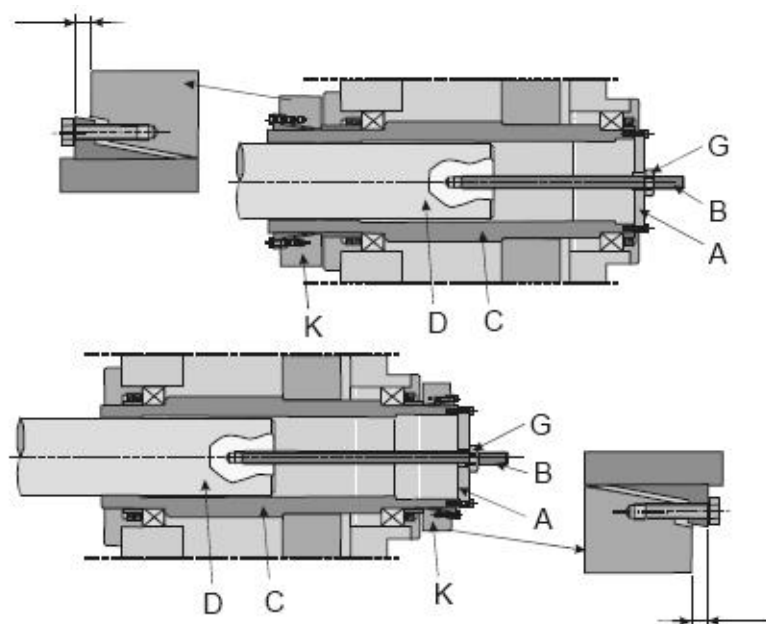

Рисунок 2. Два варианта монтажа с помощью усадочного диска.
При установке редуктра на валу применяется торцевая крышка (А) и необходимые крепежные винты (В) (Рис. 2). Количество и типоразмеры винтов, применяемые при монтаже, указаны на размерном чертеже узла.
В завершение снимаются крепежные винты (B), вал фиксируется на усадочном диске (K) и крышка (F) устанавливается на свое место (Рис. 2 и 3).